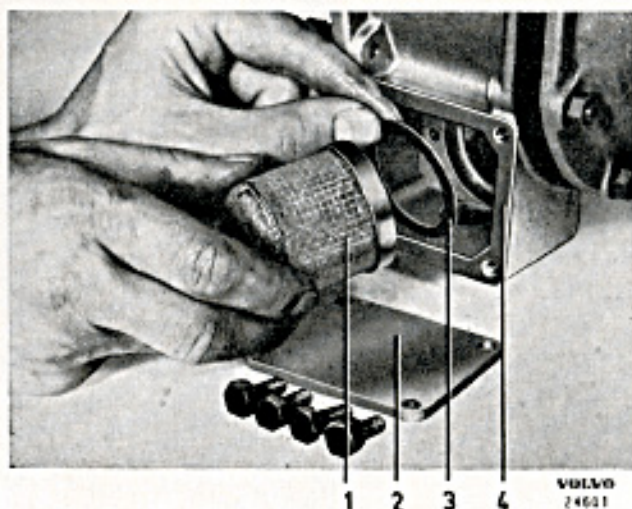

Bild 3-38. Demontering av oljesil
1. Tag bort locket (2) och tag ut oljesilen (1), se bild 3-38. Rengör oljesilen i bensen eller kristallolja. Blås torrt med tryckluft.